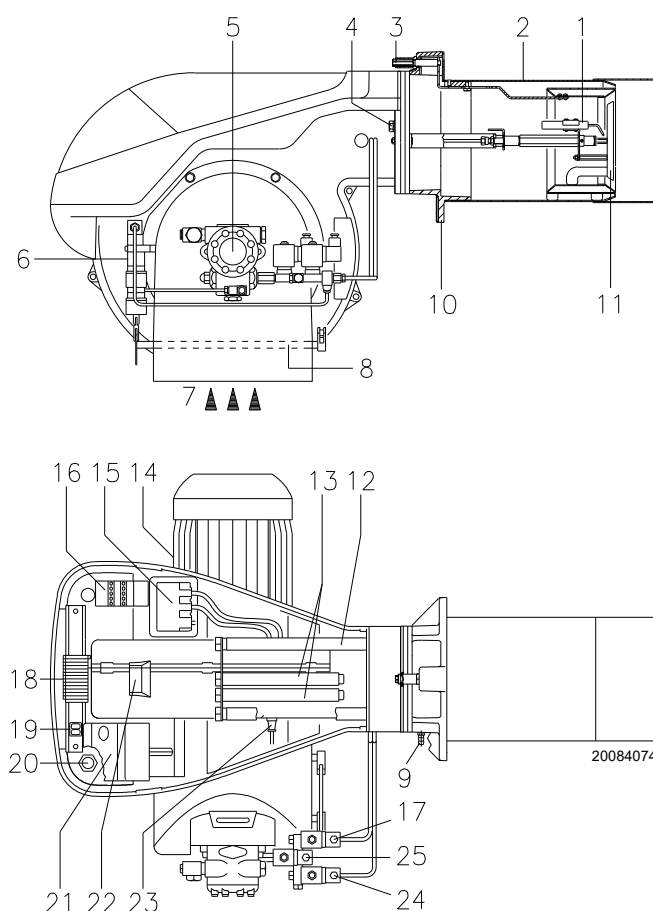

Abb. 1
Störabschaltung des Geräts: Das Aufleuchten des Druckknopfes (rote Led) des Gerätes 22) (Abb. 1) weist auf eine Störabschaltung des Brenners hin.
Störabschaltung des Motors: Entriegelung durch Drücken auf den Druckknopf des Wärmerelais 17) (Abb. 1).
- 2 - Verlängerungen 13) (Abb. 1) für Gleitschienen 12) (Abb. 1)